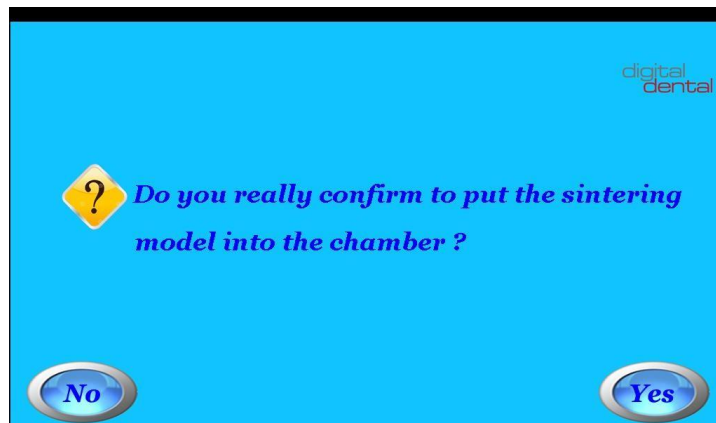

Рис. 6-8 Всплывающее окно подтверждения
6.3.1 После ввода всех параметров нажмите на иконку RUN (Запуск), появится окно со следующей информацией: Do you really confirm to put the sintering model into the chamber? (Вы подтверждаете, что поместили модель спекания в камеру?) (См. Рис. 6-8)